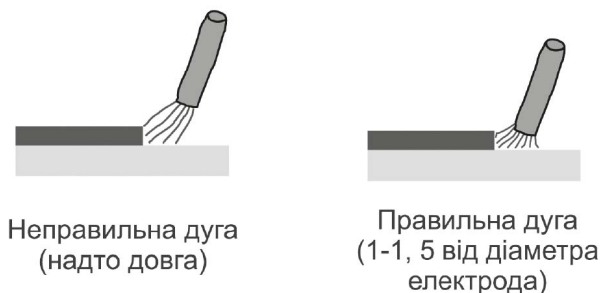

Рисунок 5. Відстань розташування електрода із покриттям до деталі під час ручного дугового зварювання («ММА»).
5. Після появи дуги одразу відвести електрод від поверхні майбутнього шва на відстань 2–4 мм і утримувати цю відстань протягом усього зварювального процесу (рис. 5).